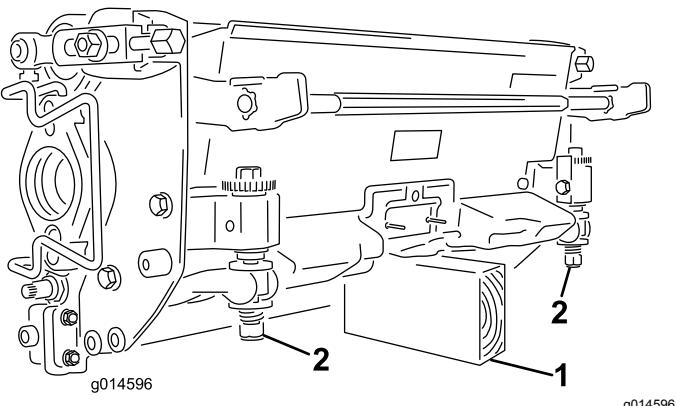

図 40
**重要** ベッドナイフやリールを見るためにカッティングユニットを立てる場合には、ベッドバー調整ねじのナットが床面に接触しないように、カッティングユニットの後ろ側をスタンドなどで支えてください **図 40**。